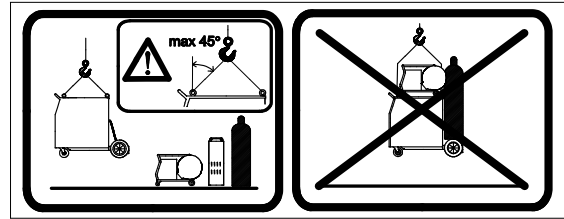

Figura 4
- Atornille un cáncamo de elevación y aplique una carga axial a 45 grados, como muestra la figura 4.